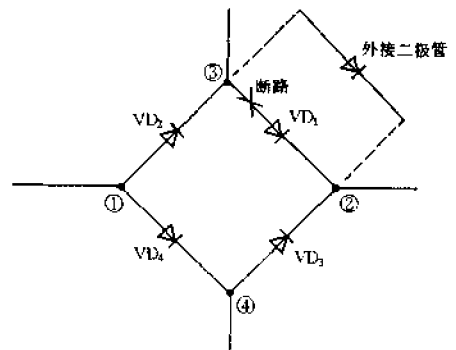

图 4-66 外接二极管修复全桥
参见图 4-66 所示,假设测得全桥组件中的  $VD_1$  断路损坏,可在全桥组件的外部③、②脚间跨接一只二极管将其修复。要求所接二极管的耐压、最大整流电流与全桥组件的耐压、整流电流相一致。且正、反向电阻值尽可能与全桥组件其余几个完好的二极管相同,同时注意极性不能接反。